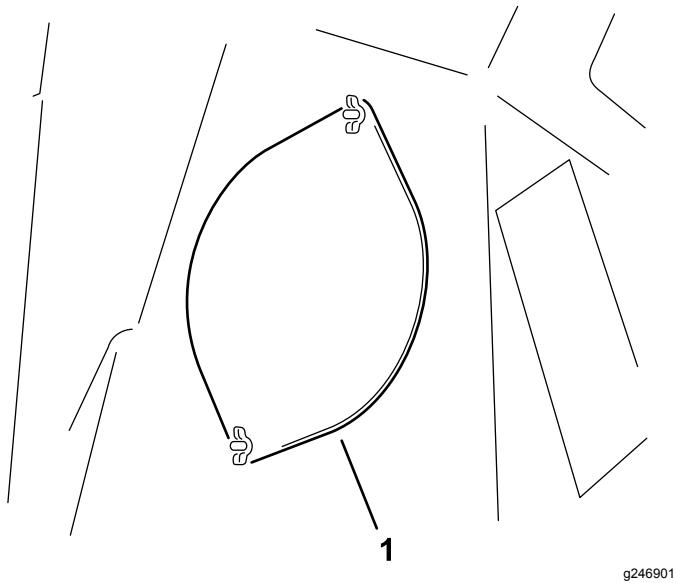

図 31
3. アクセスプレートを固定している蝶ナット2本をゆるめる図 31。